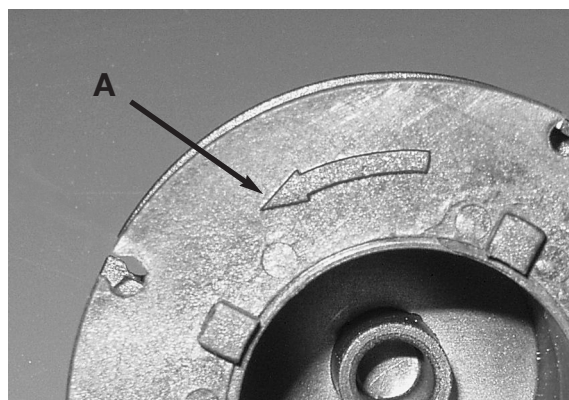
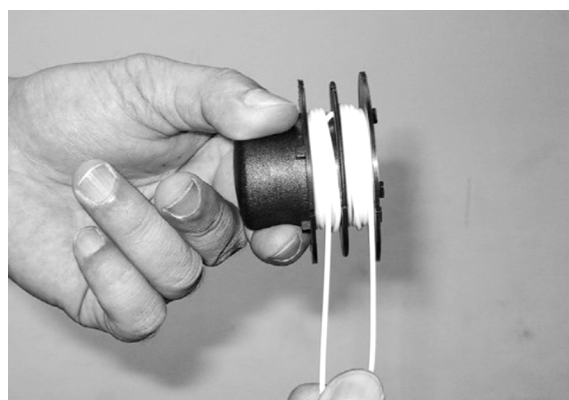

Fig. 21
Fig. 22
5. Enrolle la línea en el rotor girando el mismo. La línea debe ir en la dirección de la flecha (A) en el rotor (Fig. 21) La línea se debe enrollar fuertemente alrededor del rotor. La línea se enrolla con cada mitad separada por el divisor. Enrolle fuertemente hasta que queden aproximadamente 6" de línea (Fig. 22)